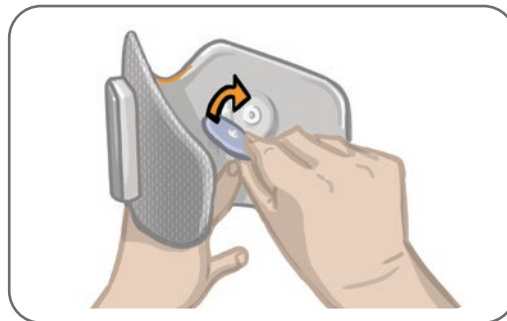

Abbildung 8-5: Befestigen der Gewebeelektroden
6. Befestigen Sie die runden Gewebeelektroden an den Elektrodenbasen. Siehe Abbildung 8-5. Wenn Sie die Unterschenkelmanschette in Standardgröße verwenden, prüfen Sie, ob die Manschetten-Abdeckkappen eingerastet sind.